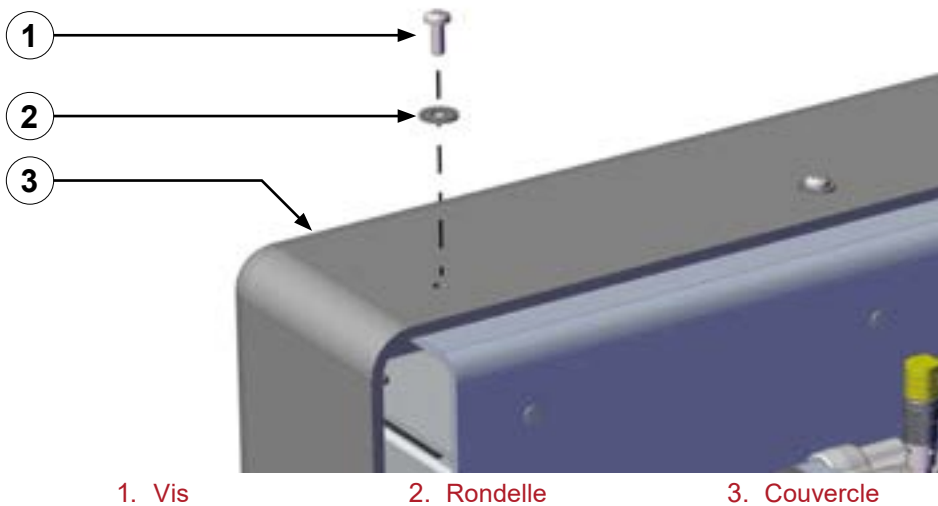

Figure 33
1. Retirez les 3 vis et rondelles utilisées pour fixer le couvercle à l'armature et mettez-les de côté (**Figure 33**).